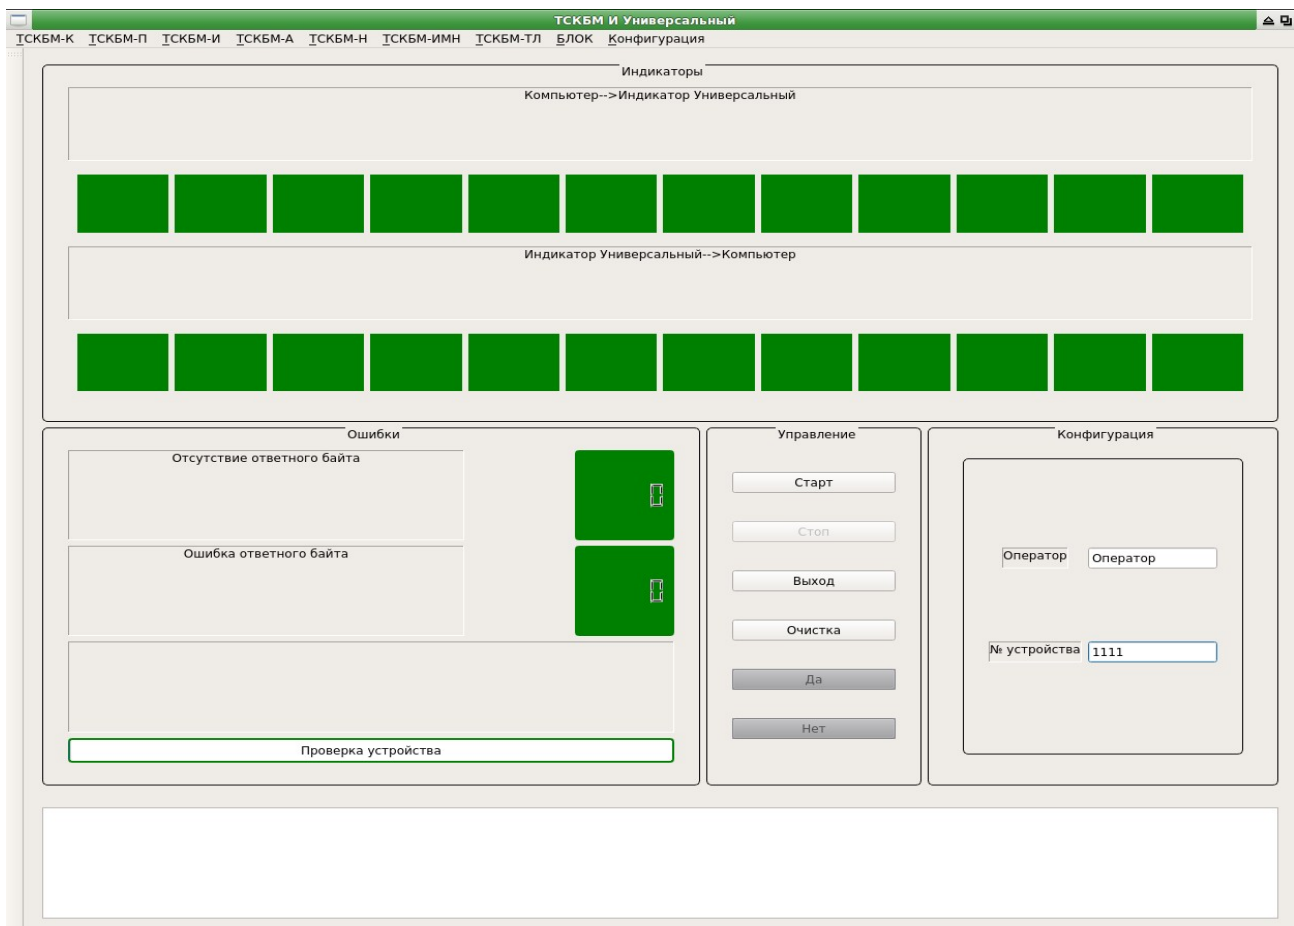

Рисунок 2.4.1.18 - Окно проверки ТСКБМ И Универсальный
- 5) Запустите проверку ТСКБМ И **Универсальный** путем нажатия кнопки **Старт**. Должен запуститься тест **Начальная инициализация индикации**, проверяющий режим постоянного свечения – см. рисунок 2.4.1.19.